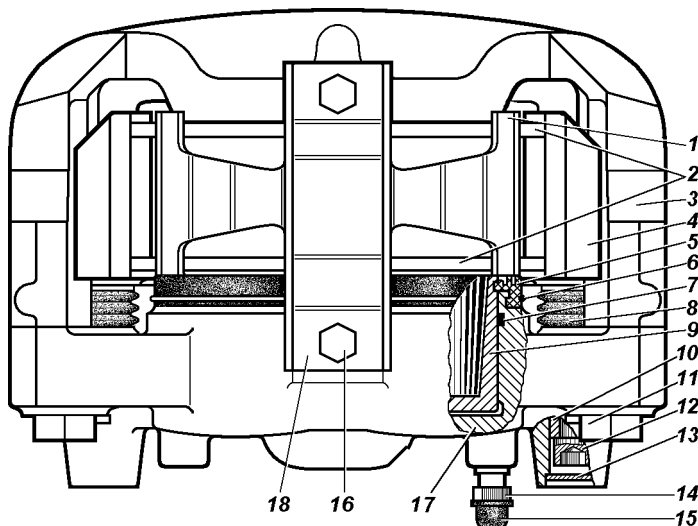

Рис. 9.31. Передние дисковые тормоза:
**Дисковые тормозные механизмы передних колес.** Для осмотра тормозных колодок 2 (рис. 9.31) установите автомобиль на горизонтальной площадке, затормозите стояночным тормозом. Осмотр колодок проводите через окно в суппорте 4. Если фрикционные накладки износились до толщины 1,5-2,0 мм, то замените колодки новыми. Замену производите на обоих передних тормозах.